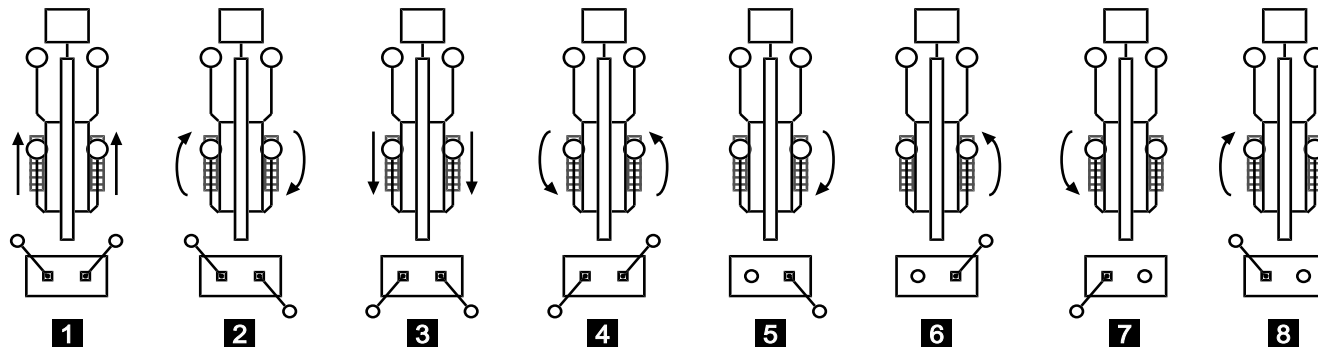

Fig. 103
- Tenir compte de l'inclinaison maximale de la machine (Fig.103).